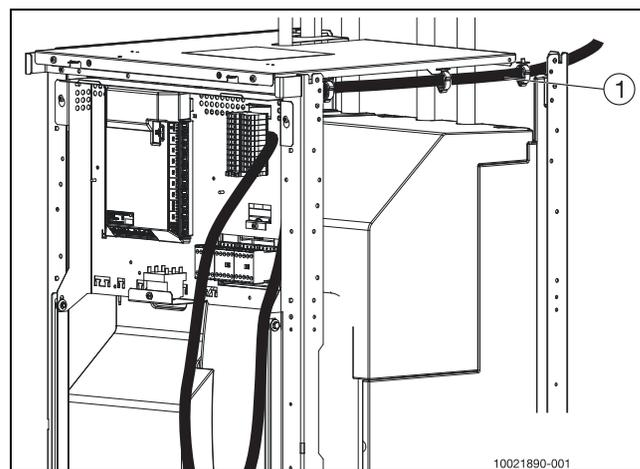

Fig. 17
- ▶ Raccorder le câble selon le schéma de connexion (fig. 17).